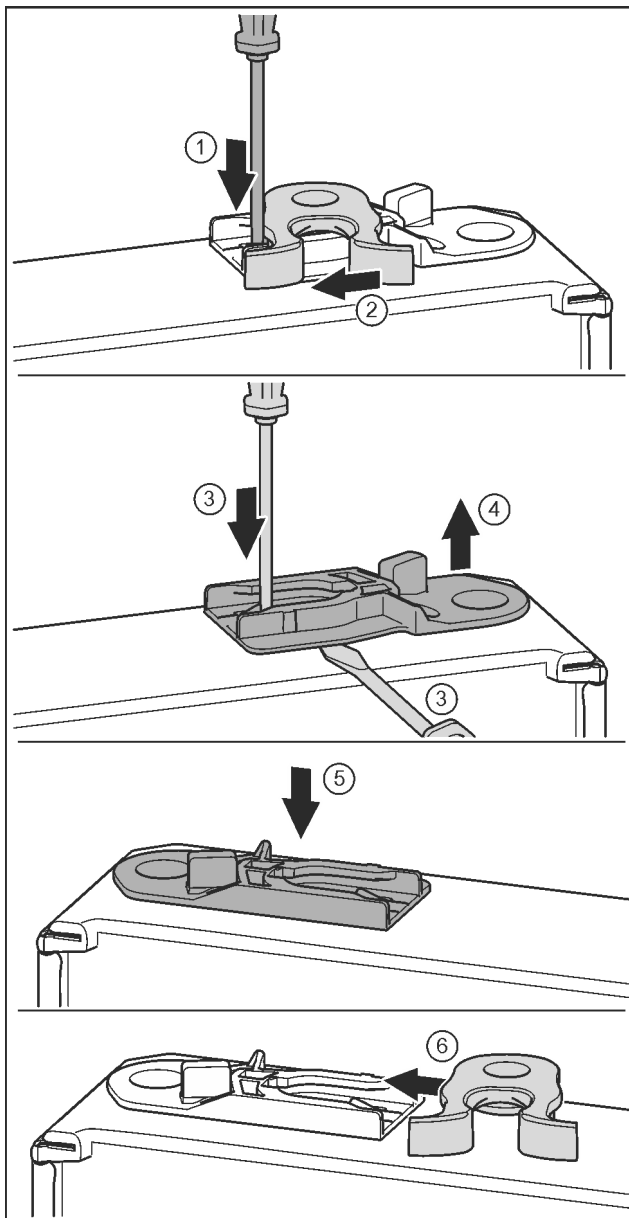

Fig. 34*
- ▶ Нажать накладку шлицевой отверткой вниз. Fig. 34 (1)
- ▶ Запорный крючок вывести из направляющей. Fig. 34 (2)
- ▶ Извлечь направляющее гнездо: нажать накладку шлицевой отверткой и одновременно переместить ее шлицевой отверткой под направляющее гнездо. Fig. 34 (3, 4)
- ▶ Прилагаемое при поставке направляющее гнездо вставить на другой стороне корпуса. Fig. 34 (5)
- ▶ Запорный крючок вставить в направляющую. Fig. 34 (6)